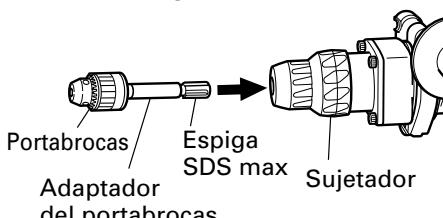

Fig. 14
## (2) Fijación del adaptador para portabarrenas al portabarrenas (Fig. 14)